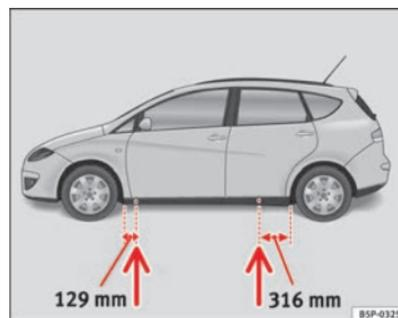

Fig. 179 Puntos de apoyo del gato
- Busque en el larguero inferior del vehículo el punto de apoyo mas cercano a la rueda pinchada ⇒ página 276, fig. 179.
En el larguero inferior van marcados los lugares en los que se puede apoyar el gato ⇒ página 276, fig. 179. Se ha previsto un lugar para cada rueda. El gato no debe colocarse en otros lugares.